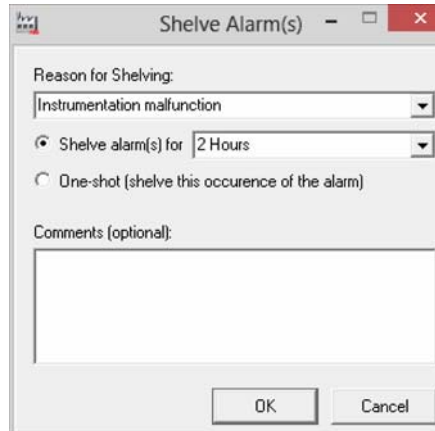

Abbildung 87. Alarmrückstellung-Dialog
2. Im Alarmrückstellung-Dialog (Abbildung 87):